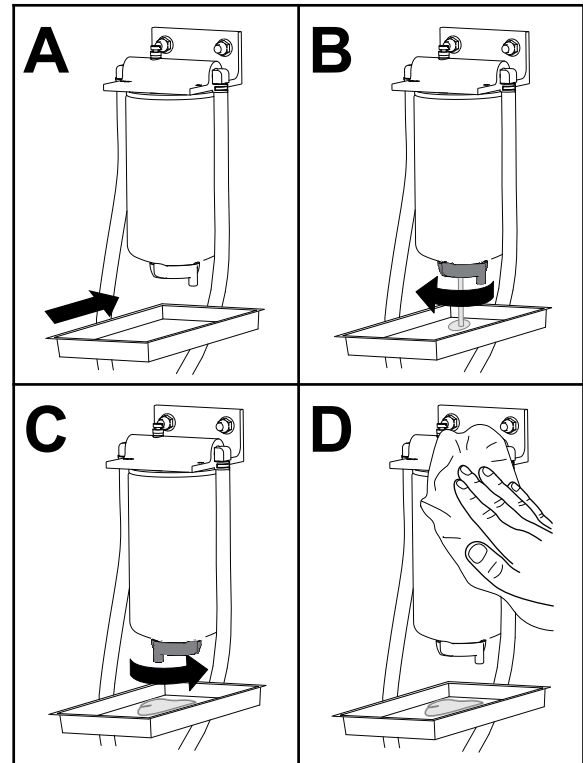

Figura 66
1. Drene el agua del separador de agua/combustible tal y como se muestra en la Figura 66.